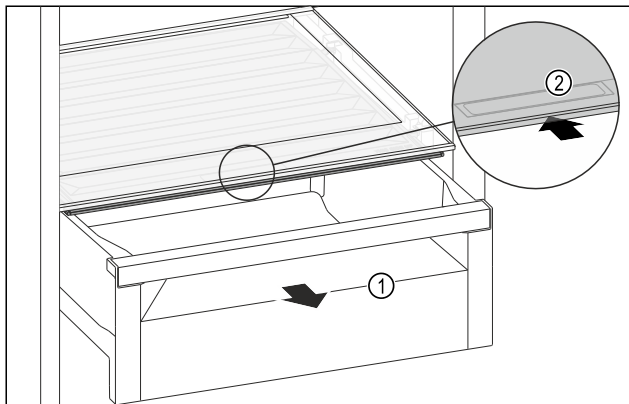

Fig. 143
- Retirer le tiroir Fig. 143 (1).
- Saisir la poignée encastrée Fig. 143 (2) du couvercle du compartiment et pousser le couvercle du compartiment vers l'arrière.